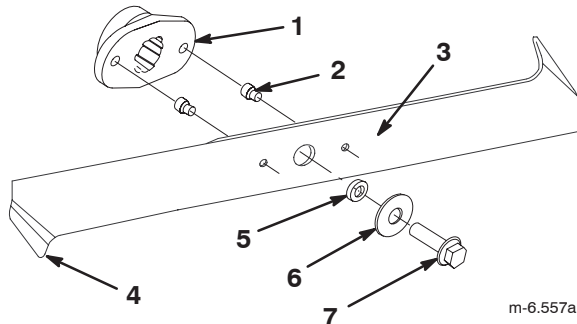

Bild 32
2. Untersuchen Sie die Schnittkanten (Bild 32). Bauen Sie, wenn die Kanten nicht scharf sind oder Kerben aufweisen, die Schnittmesser aus und schärfen Sie sie; siehe „Schärfen der Messer“ auf Seite 33.
3. Prüfen Sie die Schnittmesser, insbesondere die gebogenen Kanten (Bild 32). Montieren Sie neue Messer, wenn Sie eine Abnutzung oder Beschädigung dieses Bereichs feststellen.
4. Ersetzen Sie die Scherbolzen sofort, wenn Sie gebrochen sind (Bild 32).
3. Entfernen Sie die Messerschrauben, Scheiben und Messer (Bild 32). Sie können einen Holzklötz zwischen das Schnittmesser und das Mähwerk keilen, um das Schnittmesser beim Entfernen der Schraube zu blockieren.
1. Montieren Sie die Schnittmesser, Scheiben und Messerschrauben (Bild 32).